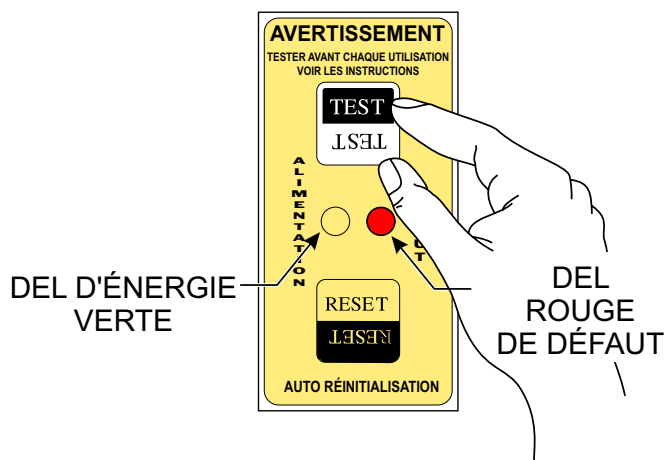

**Figure 68. Module de détection GFCI (voyant rouge/défaut allumé)**
- Ensuite, appuyez sur le bouton **TEST** du module de détection du disjoncteur de fuite à la terre (Figure 68) et vérifiez que le voyant d'alimentation vert s'éteint et que le voyant de défaut rouge s'allume.